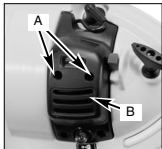

Fig. 7A
1. Tag de 2 skruer (A) ud, som holder luftfilterhuset, afmonter huset (B), og tag luftfiltret (C) ud af filterhuset (fig. 7A og B).